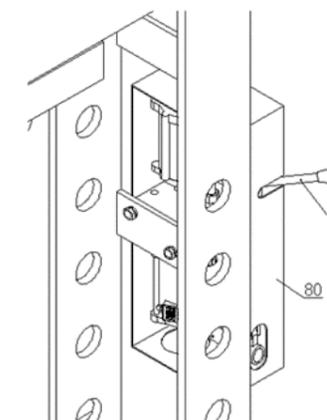

Рис. 7
4.7 Установите ручку перепускного клапана (99) к перепускному клапану на насосе (80). (см. рис. 7)